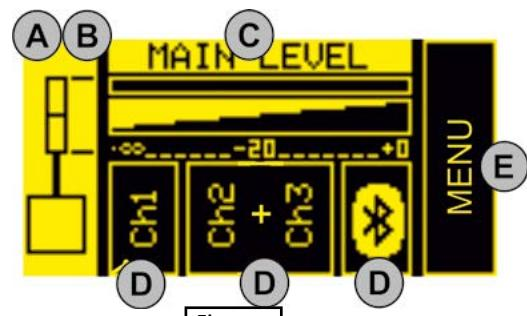

Figure 1
Dans la page d'ACCUEIL (figure 1), il est possible d'effectuer des opérations fondamentales, telles que :
- à l'aide du bouton [5], sélectionner la case à gauche (figure 1) de manière à la marquer (la mettre en évidence). Confirmer et tourner le bouton pour sélectionner la configuration recherchée. Il est possible de configurer le système ES1203 comme :
- DOUBLE COLONNE STÉRÉO MASTER LEFT (ML)
- DOUBLE COLONNE STÉRÉO SLAVE LEFT (SL)
- DOUBLE COLONNE STÉRÉO SLAVE RIGHT (SR)